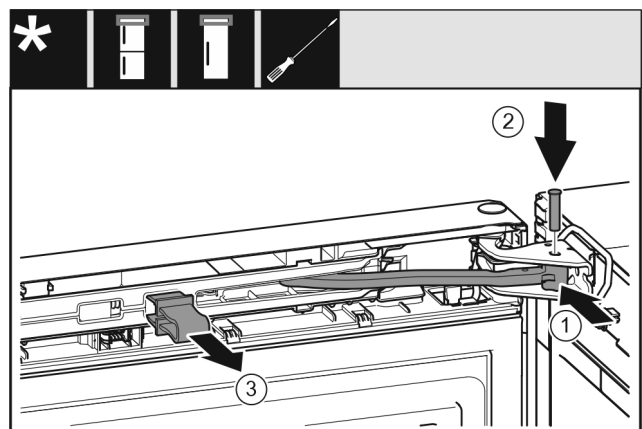

Fig. 43
- ▶ Forgassa a csapágybakba a csuklót Fig. 43 (1).
- ▶ Helyezze be a csapszeget Fig. 43 (2) a csapágybakba és a csuklóba. Közben figyeljen arra, hogy a reteszelő bütyök megfelelően illeszkedjen a horonyba.
- ▶ Vegye le a biztosítékot Fig. 43 (3).